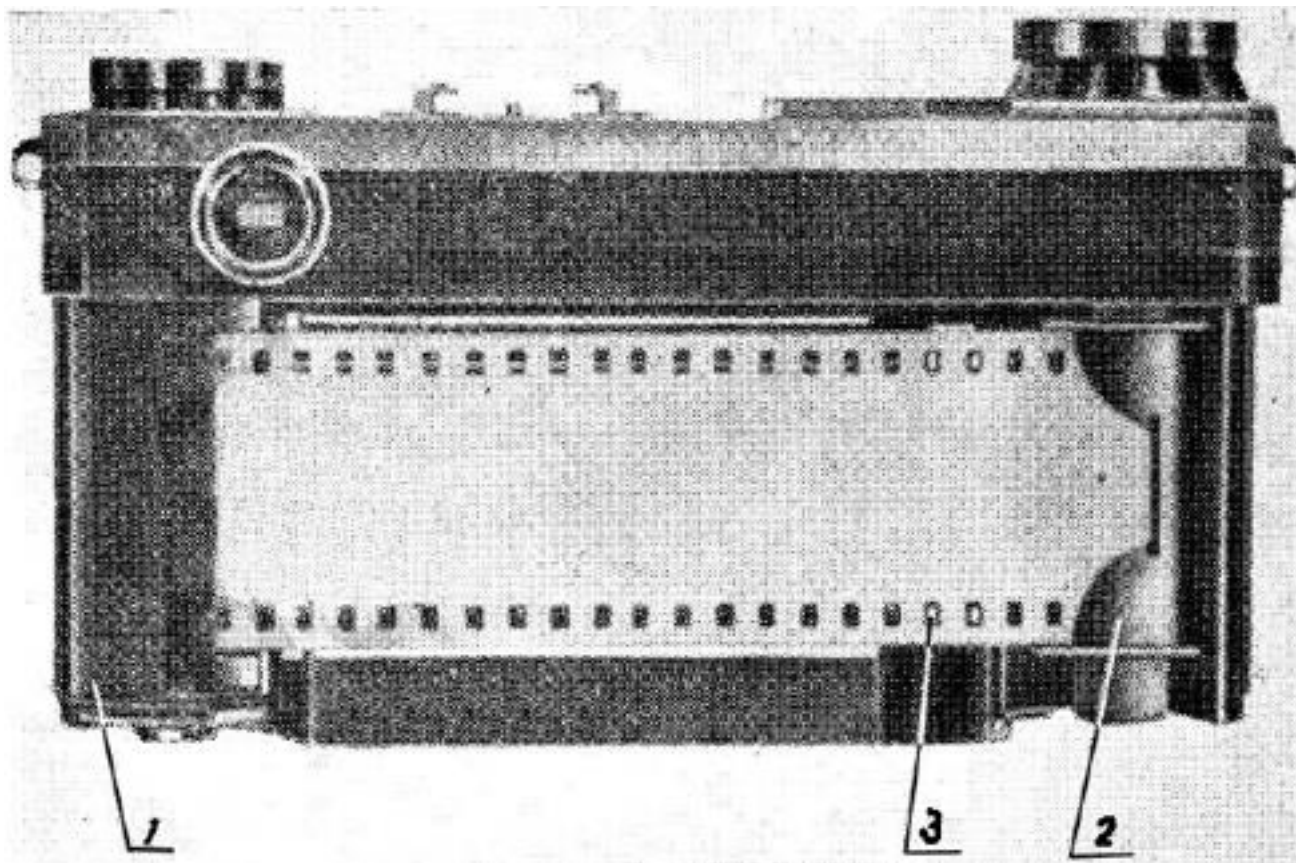

Рис. 2. Заряженный аппарат в раскрытом виде
Кассета аппарата «Киев» (см. рис. 2) состоит из двух трубочек, внутренней и наружной, входящих одна в другую, и катушки для намотки пленки.
4. Кассету вставить в аппарат таким образом, чтобы выступ кассеты вошел в предусмотренный для него паз в корпусе аппарата. При этом одновременно насадить на поводок приемную катушку, установив пленку таким образом, чтобы зубья транспортирующего барабана входили в перфорацию пленки (рис. 2).